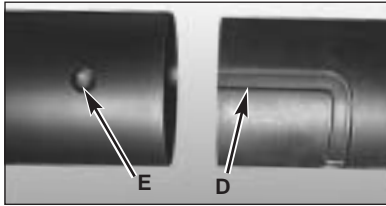

Fig. 4-2A
1. Align grooves (D) on extension tube with notches (E) in flex tube (Figure 4-2A).
1. Aligner les gorges (D) de la rallonge avec les encoches (E) du tube souple (Figure 4-2A).